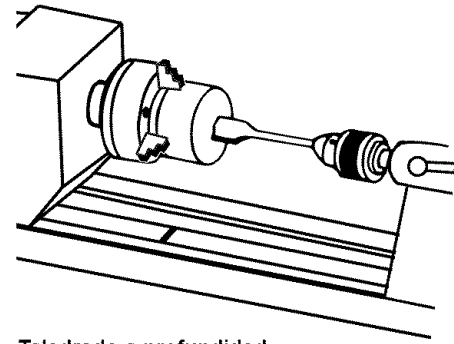

Figura 59 - Taladrado a profundidad
- El primer paso es remover tanta madera como sea posible al taladrar en el centro con la broca de madera más grande disponible. Esto se puede lograr tal como se muestra más adelante en Figura 59. Tenga cuidado de medir la profundidad por adelantado a la que se va permitir que el taladro llegue.